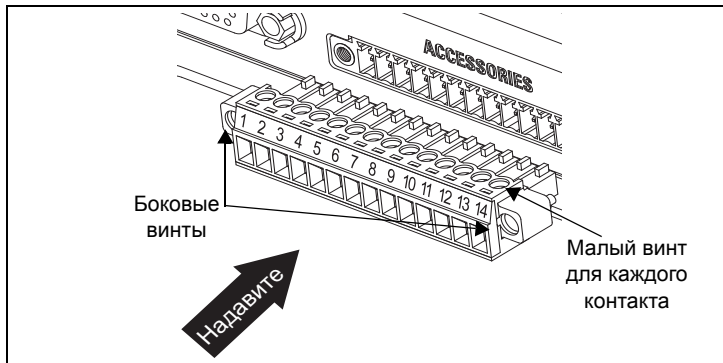

Рис. 10: Установка разъема для аксессуаров
3. Вставив провод, закрутите винт для каждого контакта, чтобы надежно его зафиксировать. См. Рис. 10.